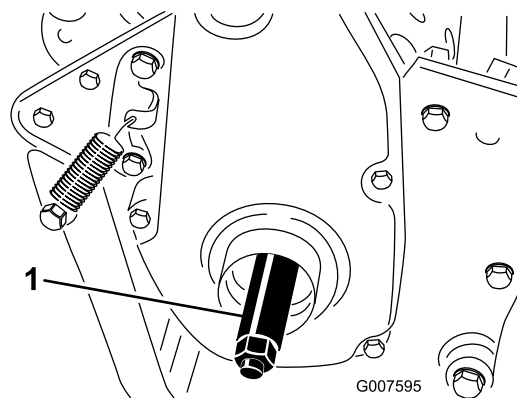

Figura 9
3. Enrosque o eixo direito da roda na polia motora do lado direito da máquina (**Figura 9**).